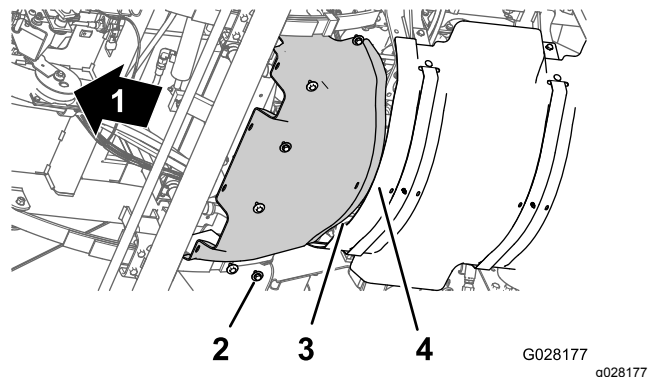

Рисунок 60
1. Расположите задний фланец переднего теплоизолирующего экрана над передним фланцем заднего теплоизолирующего экрана, выровняв их по краям (Рисунок 60).
2. Совместите отверстия в переднем теплоизолирующем экране с резьбовыми отверстиями в шасси (Рисунок 60).
3. Установите передний теплоизолирующий экран на машину с помощью 6 болтов с шестигранными головками и 6 шайб (Рисунок 60), снятых на этапе 3 раздела Демонтаж переднего теплоизолирующего экрана \(страница 58\).